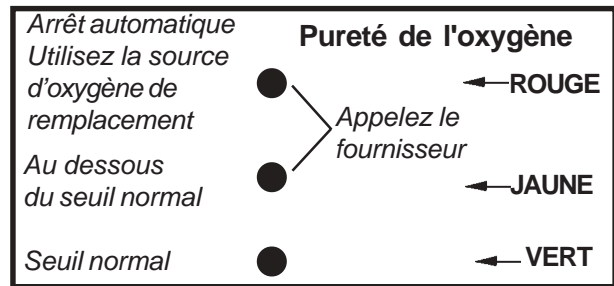

FIGURE 1 - TEMOINS LUMINEUX
19. Remontez le caisson. (Cf **FIGURE 1 -RETRAIT DU CAISSON** dans ce manuel).
TÉMOINS LUMINEUX (FIGURE 1)